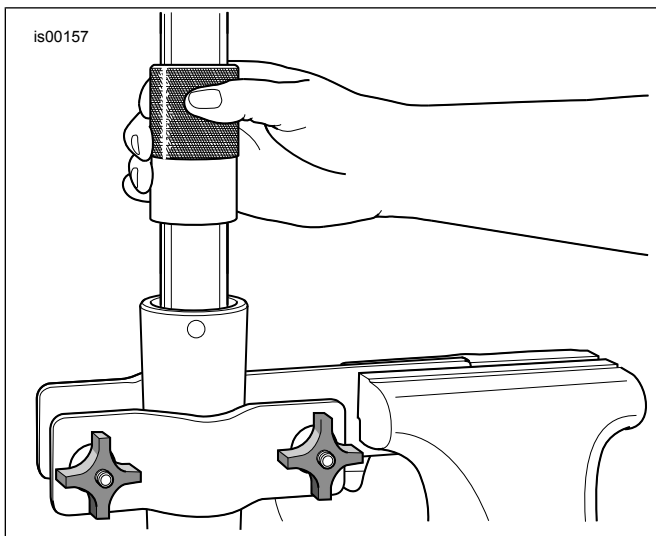

Рисунок 4. Установка сальника вилки
5. Нанесите на поверхность внутреннего диаметра (ID) и внешнего диаметра (OD) направляющей втулки (E) чистое гидравлическое масло. Задвиньте втулку передвигной трубы вилки вниз в трубу вилки (в любом направлении).
6. Задвигайте уплотнение проставки (D) вниз в трубу вилки до тех пор, пока оно не соприкоснется со втулкой подвижной трубы вилки (в любом направлении).
7. Нанесите на поверхность внутреннего диаметра сальника **новой** вилки (4) чистое гидравлическое масло. Нанесите на поверхность внешнего диаметра сальника вилки уплотнительную смазку Harley-Davidson. Задвигайте сальник вилки вниз в трубу вилки до тех пор, пока он не соприкоснется с уплотнением проставки (при этом сторона сальника с буквами должна быть направлена вверх).
8. См. Рисунок 4 . Возьмите инструмент для установки уплотнения/втулки вилки (HD-45305) и продолжите процедуру:
- b. См. Рисунок 4 . С помощью инструмента типа ударный съемник задвигайте сальник вилки (вместе с уплотнением проставки и втулкой подвижной трубы пера вилки) вниз в трубу вилки до тех пор, пока паз стопорного кольца не будет виден на поверхности внутреннего диаметра подвижной трубы пера вилки.